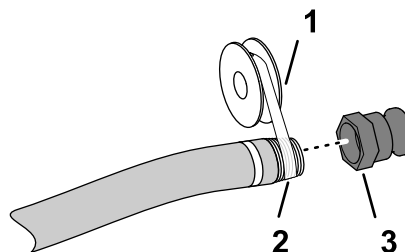

図 4
5. 給水ホースのフィッティング 1", NPT に、PTFE ねじ山シーラント 図 4 を巻き付ける。
6. 給水ホースにクイックディスコネクトのカップリングを取り付けて手締めする 図 4。